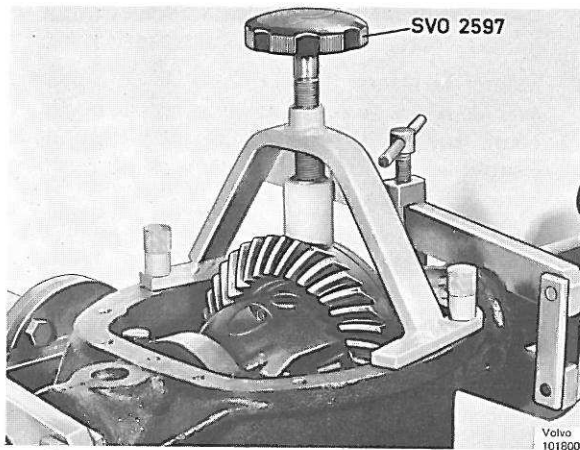

Figure 56. Outil de freinage pour différentiel
2. Poser l'outil de freinage SVO 2597 comme le montre la figure 56. Mettre un peu de couleur de marquage sur les dents de la couronne, en trois points différents. Ceci permet de contrôler le gauchissement éventuel de la couronne. Tourner